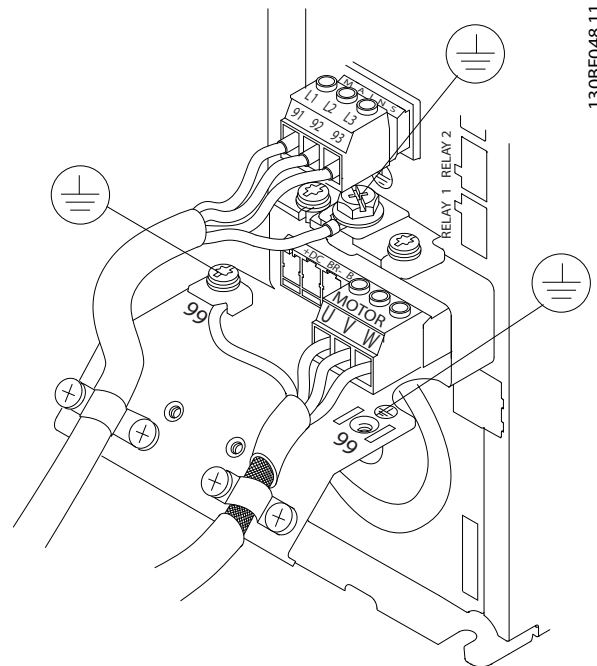

Abbildung 4.7 Beispiel für Motor-, Netz- und Erdungsanschluss
Abbildung 4.7 zeigt vereinfachte Anschlussbilder für Motor-, Netz- und Erdungsanschluss eines Frequenzumrichters. Die jeweiligen Konfigurationen ändern sich je nach Gerätetypen und optionaler Ausrüstung.
1. Schließen Sie die 3 Phasen des Netzeingangs an die Klemmen L1, L2 und L3 an (siehe *Abbildung 4.7*).